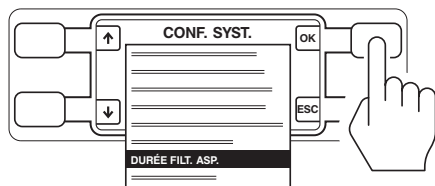

Figure 5 – Sélection de l'option du filtre d'aspiration
4. Sur l'écran CONF. SYST., appuyer sur les boutons à côté des icônes en flèche pour mettre DURÉE FILT. ASP. en surbrillance. Appuyer sur le bouton à côté de OK pour effectuer la sélection (Figure 5).